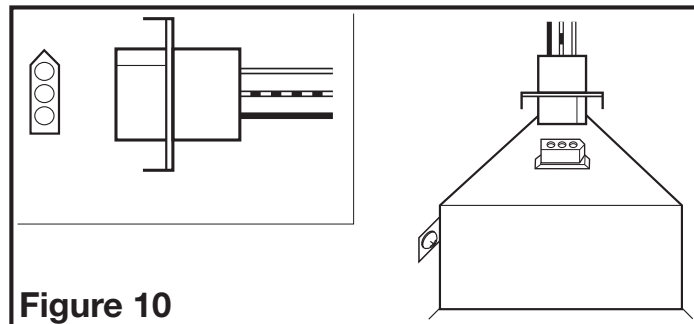

Figure 10
3. Brancher le cordon à raccordement rapide dans le réceptacle. Ce cordon ne s'ajuste que d'une seule façon dans le réceptacle (**Figure 10**).